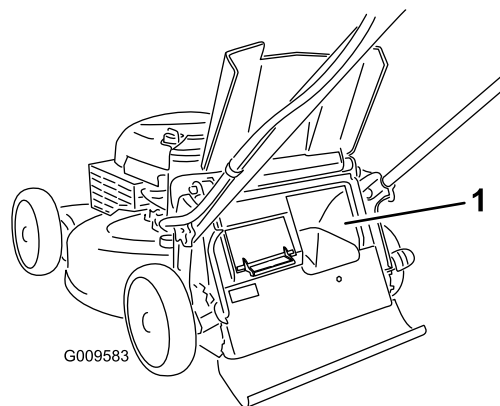

Figura 19
**Importante:** Para asegurar un funcionamiento correcto, retire cualquier recorte de hierba y otros residuos de la tapa de ensacado a demanda y del hueco adyacente (Figura 19) antes de mover la palanca de ensacado a demanda de una posición a la otra.